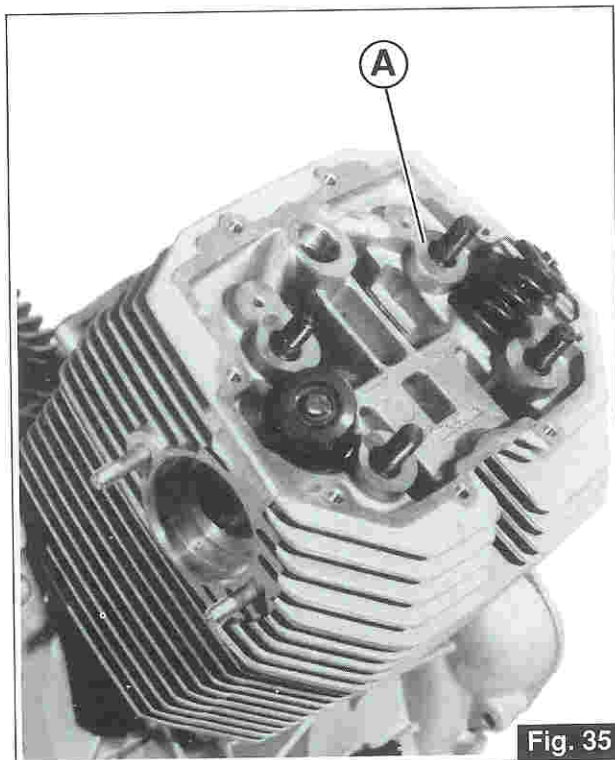

Fig. 35
- Distaccando leggermente la testa dal cilindro, togliere i 4 anelli OR «A» e sfilare la testa (Fig. 35).
- Move the head slightly apart from the cylinder, remove the 4 oil seals «A» and pull the head out (Fig. 35).